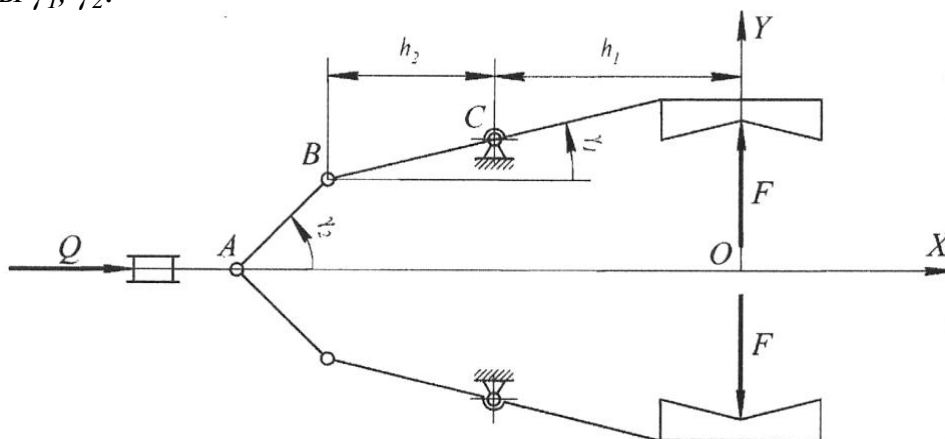

Рис. 8
3. Объект манипулирования удерживается в схвате рычажного типа (рис. 8). Определить усилие  $Q$ , необходимое для фиксации объекта манипулирования в губках схвата с заданной силой  $F$ . Считать заданными размеры звеньев схвата  $h_1$ ,  $h_2$  и углы  $\gamma_1$ ,  $\gamma_2$ .